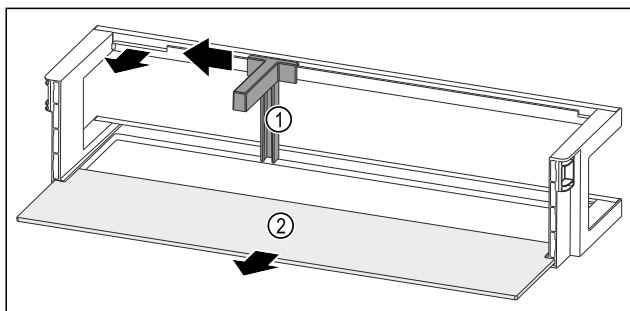

Fig. 193 Türabsteller mit Flaschenhalter und Abstellfläche
- Flaschenhalter Fig. 193 (1) bis zur Aussparung zur Seite schieben.
- Flaschenhalter Fig. 193 (1) entnehmen.
- Abstellfläche Fig. 193 (2) entnehmen.